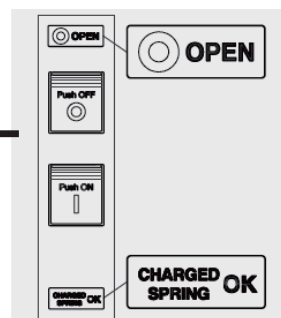

Fig. 37
Caricare le molle dell'interruttore tramite apposita maniglia e verificare che la segnalazione meccanica di molle cariche sia posizionata su "OK" (Fig. 37).
Load the springs switch by means of a special handle and verify that the reporting spring mechanics charges is positioned to "OK" (Fig. 37).
Laden Sie die Federn Schalter durch einen speziellen Griff und verifizieren dass die Berichterstattung Federmechanik Anklage erhoben wird auf „OK“ (Abb. 37).
Charger les ressorts changer au moyen d'une poignée spéciale et vérifier que le signalement mécanique des ressorts frais est positionné sur "OK" (Fig. 37).
Cargue los resortes cambiar por medio de un mango especial y verificar que los informes mecánica de primavera los cargos se colocan a "OK" (Fig. 37).
Ruotare la vite posta sul racking panel con un cacciavite e inserire la manovella nel relativo innesto. Fare riferimento alla Fig. 37. Interblocco di sicurezza:
Turn the screw on the racking panel with a screwdriver and insert the crank in the relative coupling Refer to Fig. 37. Interlock safety:
Drehen Sie die Schraube an der Regalplatte mit a Schraubendreher und setzen Sie den ein Kurbel in den Verwandten Kupplung Ref zu Abb. 37. Verriegelung Sicherheit:
Tourner la vis sur le panneau de rayonnage avec un tournevis et insérez le manivelle dans le relatif couplage Référez-vous à Fig. 37. Verrouillage sécurité:
Gire el tornillo en el panel de estanterías con destornillador e inserte el manivela en el relativo acoplamiento Consulte la Fig. 37. Enclavamiento la seguridad:
STEP 4 Fig. 37